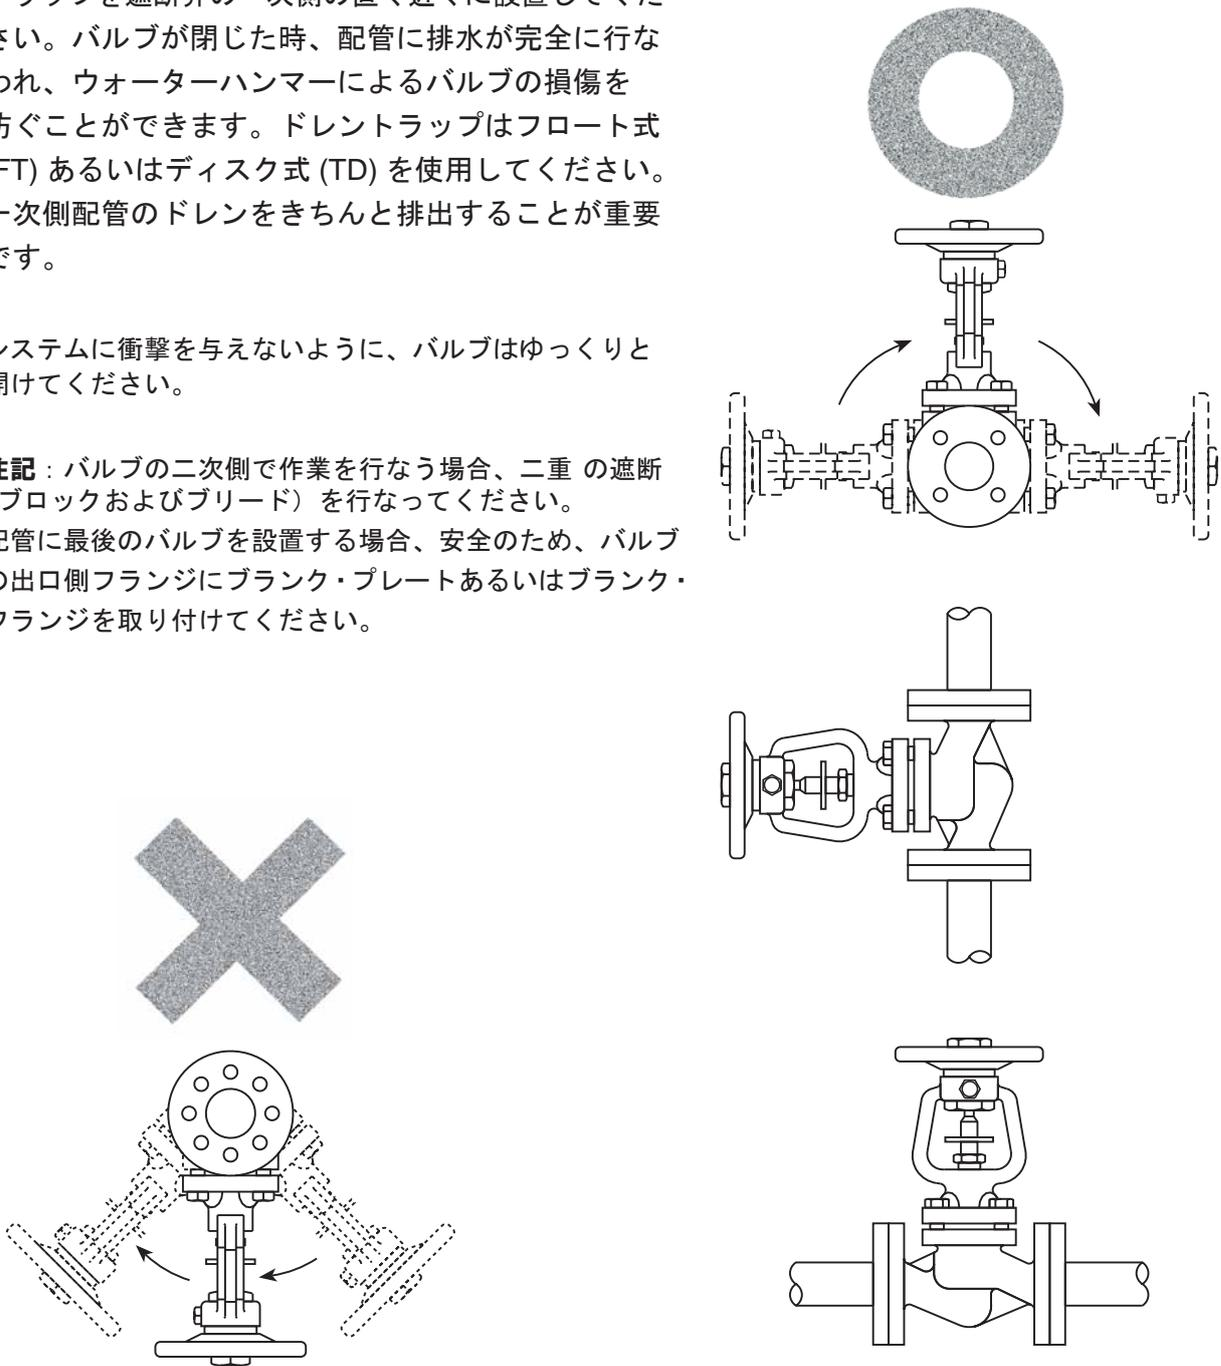

図 4. 間違った設置
- 3.3 バルブは本体に表示してある矢印に流れの向きを合わせて設置します。軸が垂直になる位置が望ましい位置です。バルブは垂直から水平面まで設置することができます。(図4参照)